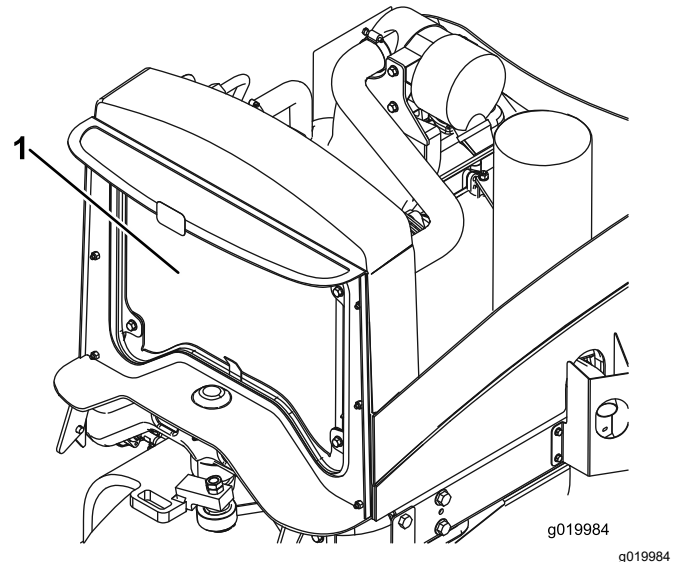

Figura 58
4. Limpie a fondo ambos lados del radiador con aire comprimido (Figura 58).